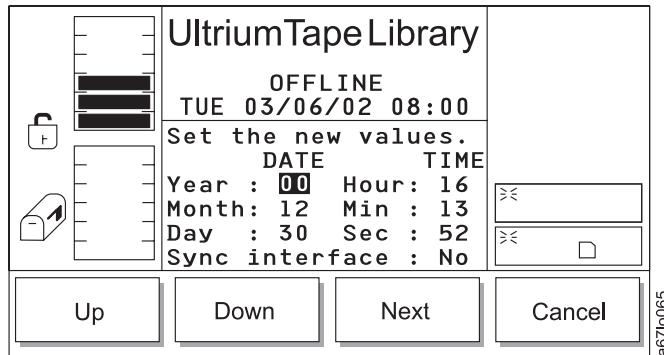

Abbildung 149. Dialog für Datum/Uhrzeit
- Wird **Date/Time** ausgewählt, erscheint der Dialog für Datum/Uhrzeit (siehe Abb. 149 auf Seite 165).
Tabelle 98. Übersetzung von Abb. 149, Dialog für Datum/Uhrzeit